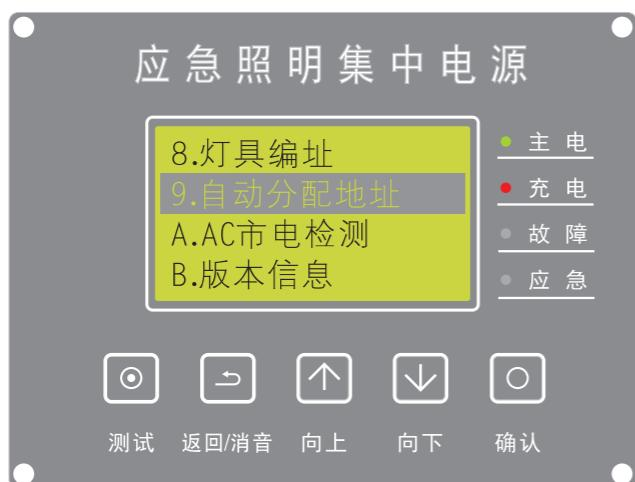

图22
(10)、自动分配地址：在主屏时，按【确认】键进入菜单，按【向上/向下】键选择【自动分配地址】(如图22)按【确认】键进入。(注：每条回路所配接的灯具需携带灯具固有的UID码)